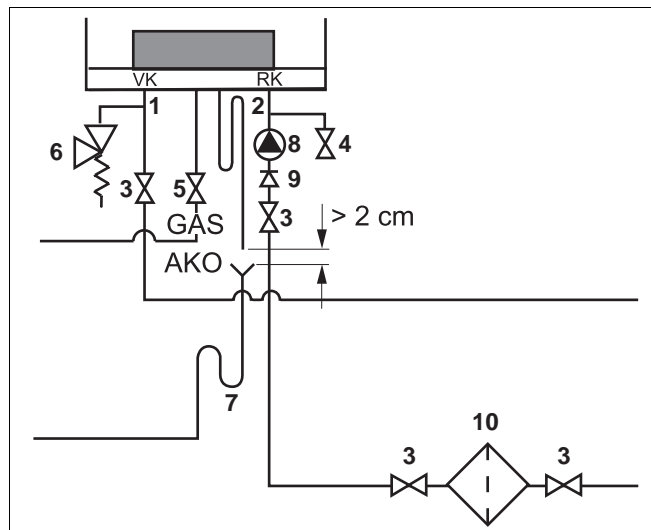

Fig. 15 Racordarea
- Montați o supapă de siguranță de trei bar (Fig. 15, **Poz. 6**) cu o construcție minimă de evacuare de 1" în conducta de tur. Asigurați-vă că supapa de siguranță este racordată întotdeauna între cazanul de încălzire și robinetul de întreținere. Cazanul de încălzire se află astfel în legătură cu supapa de siguranță și atunci când robinetele de întreținere sunt închise.
- Montați (Fig. 15, **Poz. 8**) pompa în conducta de retur (Fig. 15, **Poz. 2**).